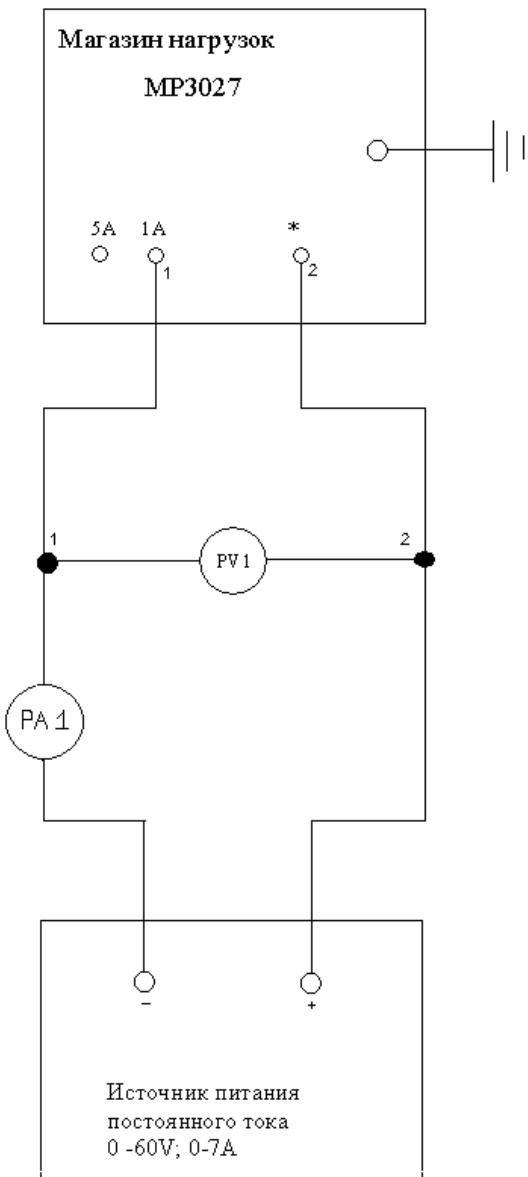

Рисунок 2 - Схема измерения активного сопротивления нагрузок магазина MP3027
4.6.2.1 Собрать схему измерения (см. рисунок 2).